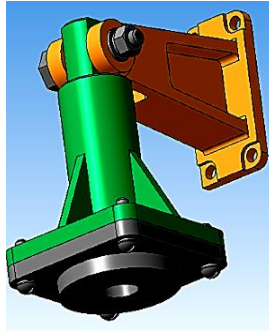
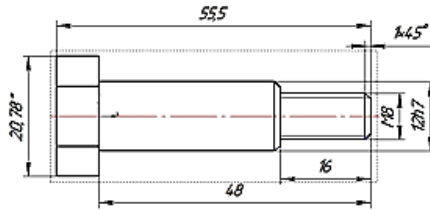

Рис.1. Модель зборки Кронштейну
Рис.2. Ескіз Вісі
1. Створити тривимірну модель зборки *Кронштейна* (Рис.1) з моделей деталей *Кронштейн*, *Підвіска*, *Вісь* (Рис.2), *Прутичка та стандартних деталей*.